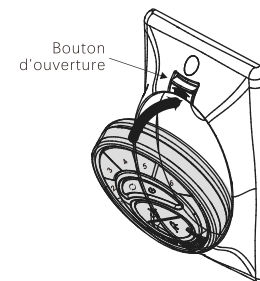

Fig.19
Étape 1. Insérez le transmetteur dans la plaque murale en insérant d'abord le bas de le transmetteur, puis en pressant le haut de le transmetteur dans la poche. Le transmetteur fonctionnera pleinement à partir de cet emplacement ou vous pouvez retirer le transmetteur et l'utiliser comme appareil portatif. (Fig.19)